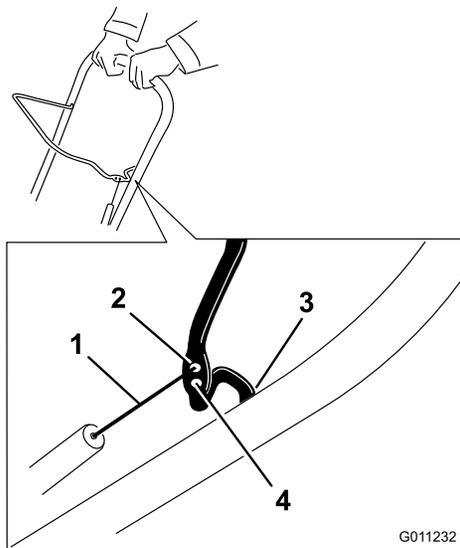

Figure 19
**Remarque:** La courroie d'entraînement s'use et se détend avec le temps. Si la courroie glisse (grincements continus) quand elle est soumise à une lourde charge, décrochez le ressort de la biellette de réglage et placez l'extrémité supérieure du ressort dans le trou le plus éloigné du point de pivot dans la barre de commande (Figure 19). Accrochez ensuite le ressort à la biellette de réglage et ajustez le câble de commande.